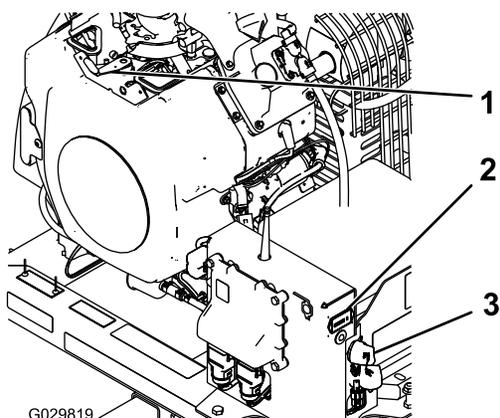

Figure 12
3. Tournez la clé de contact à la position DÉMARRAGE (Figure 12).
3. En quittant la machine, tournez la clé en position ARRÊT avant de l'enlever du moteur (Figure 12).